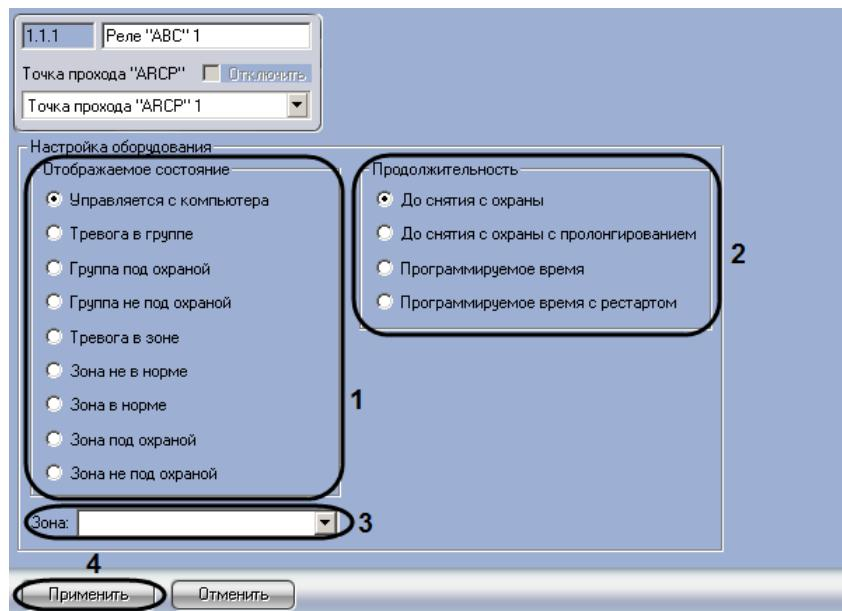

Рис. 3.8—2 Настройка реле ABC
2. Установить переключатель **Отображаемое состояние** в положение, соответствующее состоянию, при наступлении которого в системе реле должно быть активировано (см. Рис. 3.8—2, 1).
3. Установить переключатель **Продолжительность** в положение, соответствующее условию деактивации реле (см. Рис. 3.8—2, 2, Таб. 3.8—1).